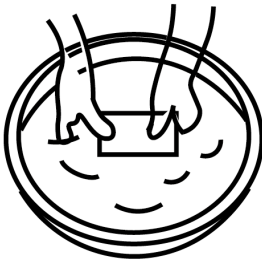

Bild 14
- Tvätta filtret försiktigt i ljummet tvålatten, bild 14.